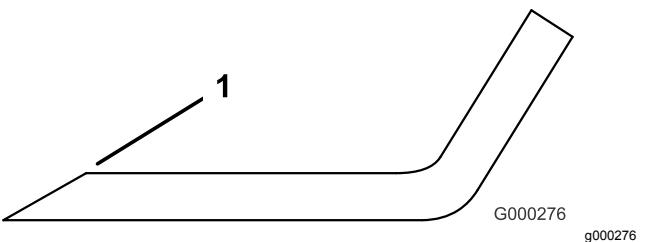

Figura 118
3. Ispécione as extremidades de corte de todas as lâminas e afie-as se apresentarem sinais de desgaste ou ranhuras (Figura 118).
Nota: Afie apenas a zona superior da parte cortante e mantenha o ângulo de corte original para garantir um desempenho eficaz da lâmina (Figura 118). A lâmina manterá o equilíbrio se retirar a mesma quantidade de material de ambas as extremidades de corte.